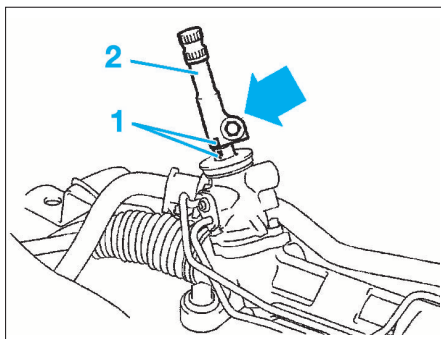

FIG. 5
- Effectuer des repères d'alignement (1) (fig. 5).